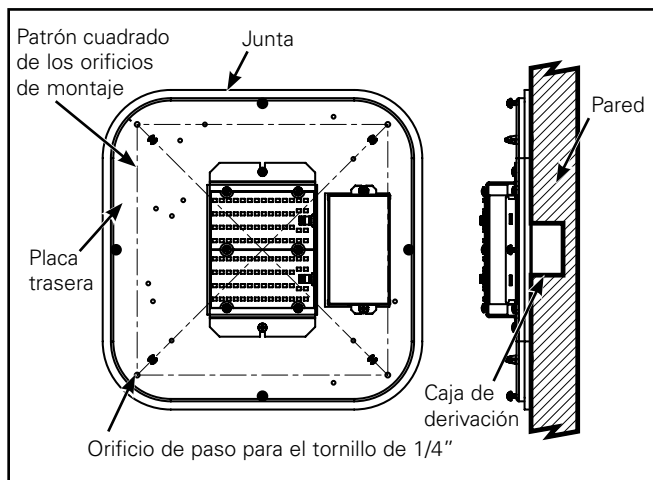

Figura 4. Instalación de la unidad plana
3. Centre la placa de montaje en un techo o pared planos por encima de la caja de derivación. Utilice la placa de montaje como plantilla para presentar las ubicaciones de los tornillos. (Figura 4).